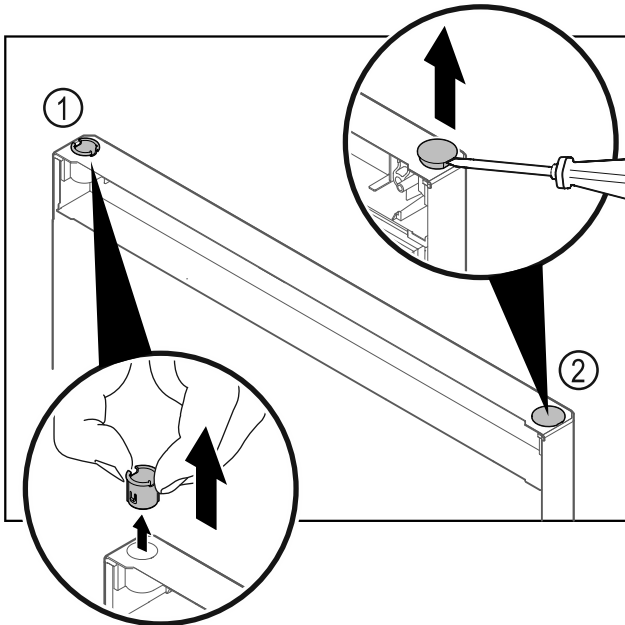

Fig. 19
- ▶ Τραβήξτε έξω την υποδοχή μεντεσέ Fig. 19 (1) με τα δάχτυλα.
- ▶ Ανασηκώστε προσεκτικά την τάπα Fig. 19 (2) με ένα ίσιο κατασβίδι και τραβήξτε την έξω.